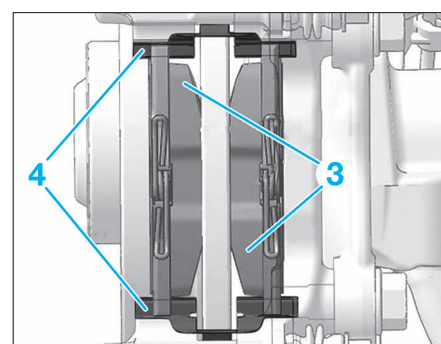

FIG.8
- Ecarter l'étrier de frein, puis déposer le plaquettes (3) ainsi que les cales (4) (Fig.8).